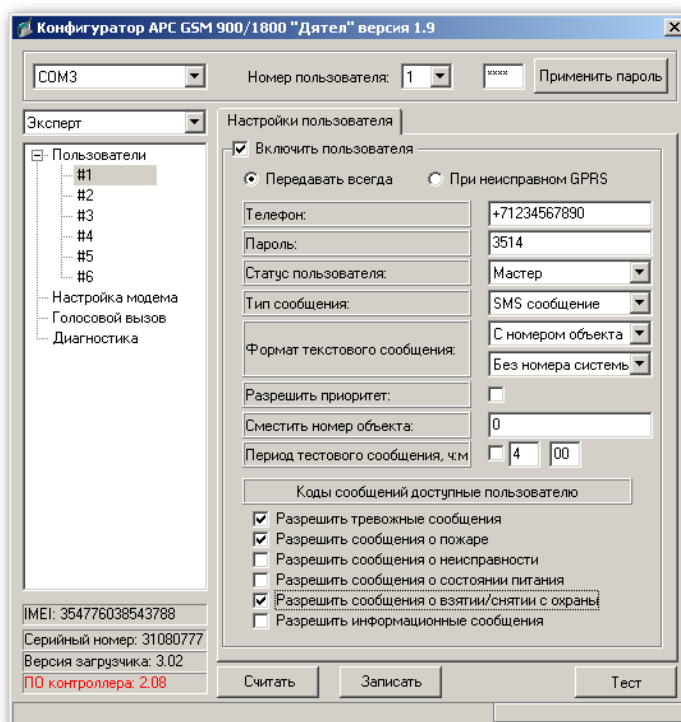

Рисунок 3
2.4.7 В главном окне программы на боковой вкладке выбрать номер пользователя, которого требуется отредактировать, и уровень подготовленности – «Пользователь» (начинающий пользователь) или «Эксперта» (подготовленный пользователь). Затем запрограммировать ему указанные ниже параметры (рисунок 3).